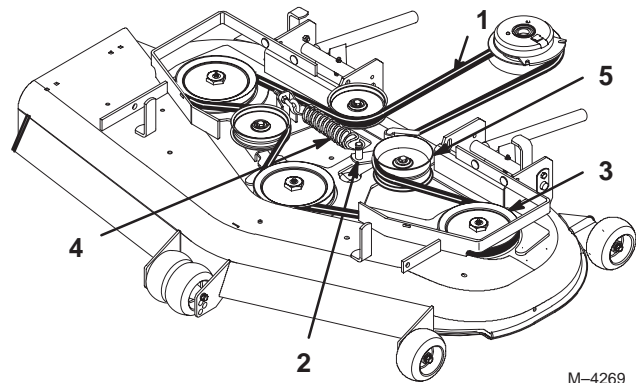

Figure 65
4. Déposez la courroie. Commencez à la poulie extérieure et tournez la courroie pour la déposer (Fig. 65).
7. Remettez la poulie de tension en place et installez la courroie sur les autres poulies (Fig. 65).